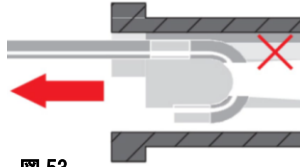

図 53
- ・先端を曲げた状態で物体を吊ったり引っ張ったりしないでください。(図 53)